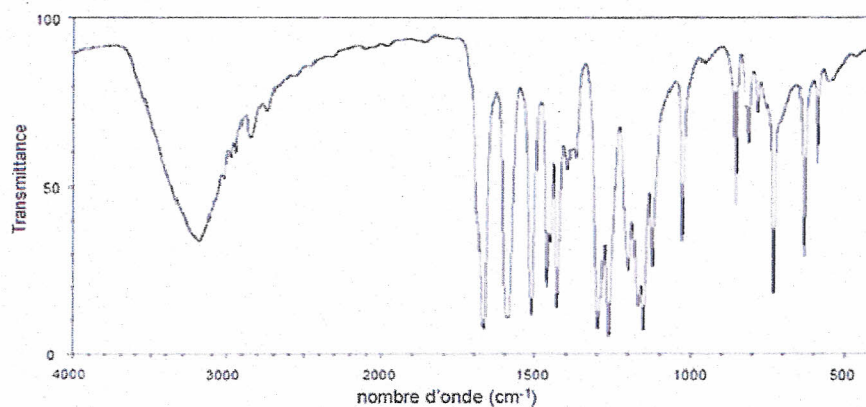
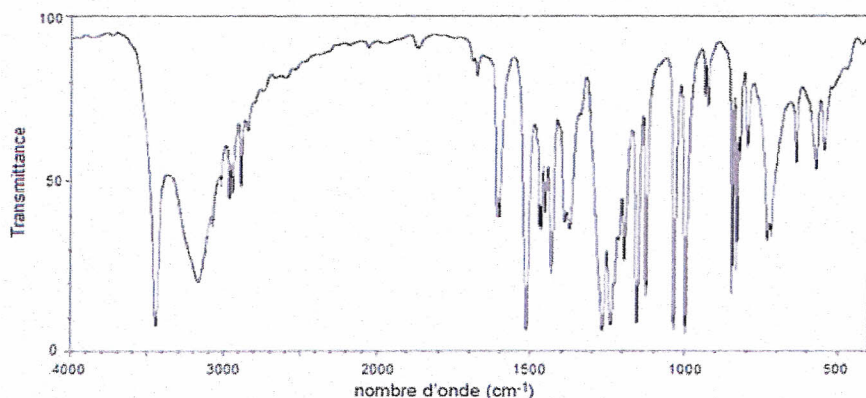

Figure 2 . spectre d'absorption IR de la vanilline.
Figure 3 . spectre d'absorption IR du produit de synthèse.
1.8. Les spectres d'absorption infrarouge de la vanilline et du produit de synthèse obtenu sont donnés ci-dessous (figure 2 et figure 3). Vérifier que la vanilline a été consommée lors de la réaction réalisée.
Une deuxième consiste à recouvrir une DEL d'un luminophore. Dans ce cas, une partie des photons émis par la DEL excite les molécules du luminophore. Lors de leur désexcitation, ces molécules émettent alors de la lumière dans une large gamme de longueurs d'onde. Le YAG (Grenat d'Yttrium et d'Aluminium) peut être employé comme luminophore (figure 2).